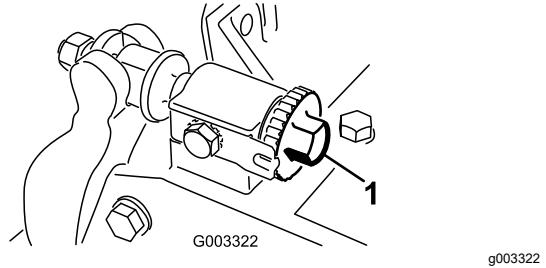

図7
- ベッドバー調整ねじを時計回り(図7)に、軽い接触感と音がするまで1度に1クリックずつ回す。
13. リールと下刃の間に、下刃に対して垂直になるように、カッティングパフォーマンスペーパー (Toro 部品番号 125-5610) の長いストリップを挿入し(図 7)、次にリールをゆっくりと前方に回転させる。紙が切れるはずです。切れない場合は、各ベッドバー調整ボルトを時計回りに1クリック回し、紙が切れるまでこの手順を繰り返す。